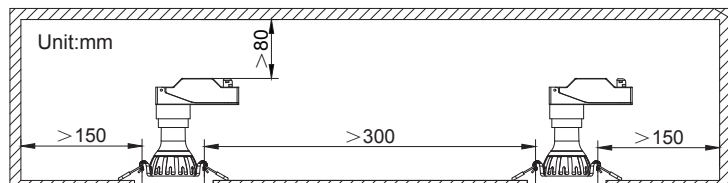

Figura 1 – Distanze minime di sicurezza
- Rispettare la distanza minima di sicurezza tra i faretti e la distanza tra i faretti e gli altri materiali indicata nella **Figura 1** per consentire una corretta circolazione dell'aria.